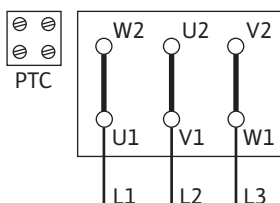
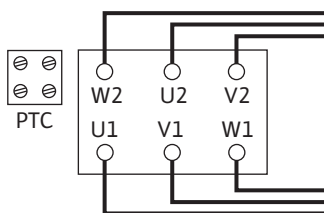

Fig. 10: Arranque Y-Δ
Fig. 11: Circuito Δ
- A ligação de rede depende da potência do motor P2, da tensão e do tipo de arranque. O circuito necessário das pontes de ligação na caixa de bornes pode ser encontrado na tabela seguinte, bem como na Fig. 10 e na Fig. 11.
Arranque Y-Δ (padrão)	Retirar as pontes de ligação (Fig. 10).
Arranque através de arranque suave	Circuito Δ (Fig. 11)